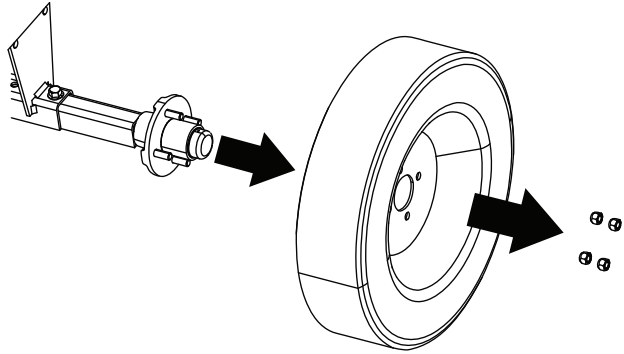

Figura 36
2. Retire las tuercas que sujetan la rueda al cubo (Figura 36).